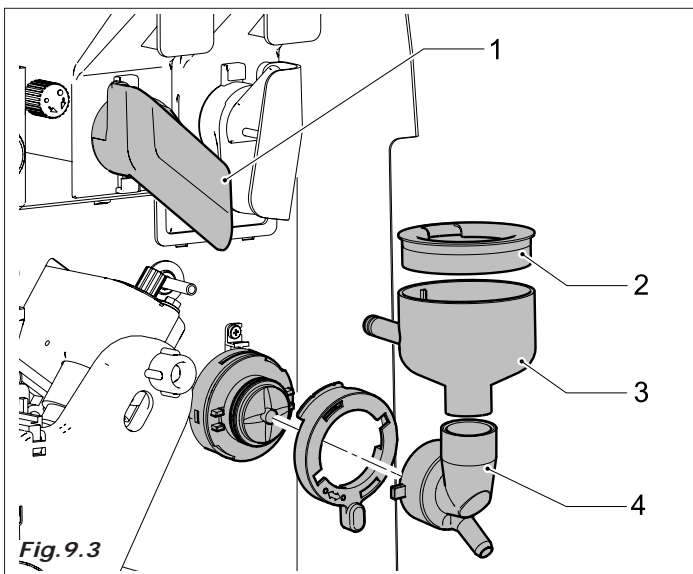

Fig. 9.3
- canais e tubos de escorregamento pós (Fig. 9.3-pos. 1)
- canal água (2), camara miscelção (3) e ventainha de misturagem (4)